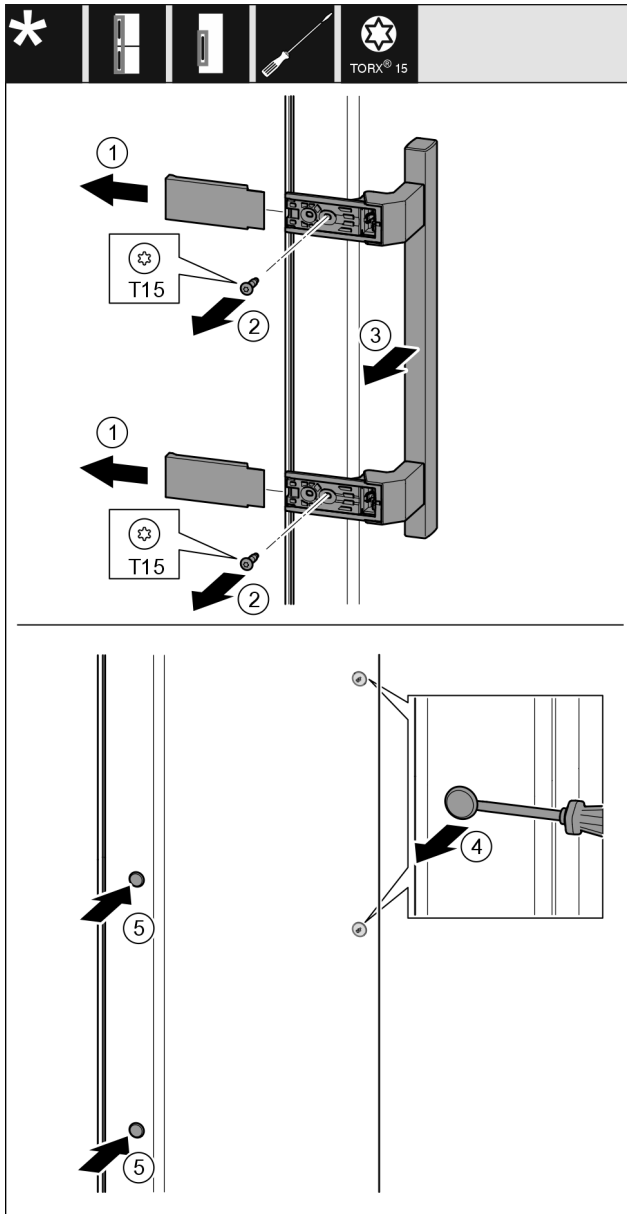

Fig. 25
- ▶ 拆下盖板 Fig. 25 (1)。
- ▶ 用螺丝刀将螺钉 Fig. 25 (2) 旋开。
- ▶ 取下把手 Fig. 25 (3)。
- ▶ 用带槽螺丝刀小心地提起侧边的堵头 Fig. 25 (4) 并将其拉出。
- ▶ 将堵头 Fig. 25 (5) 重新放入另一个侧。